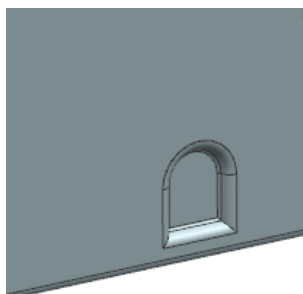

图 7-120 创建凹坑特征
(5) 在如图 7-116 所示对话框中, 设置“深度”为 2, “侧角”为 0, “参考深度”为“内部”, “侧壁”为“材料外侧”。勾选  凹坑边倒圆 复选框, 设置“凸模半径”和“凹模半径”分别为 0.5, 1.5。单击  按钮, 创建凹坑特征, 如图 7-120 所示。